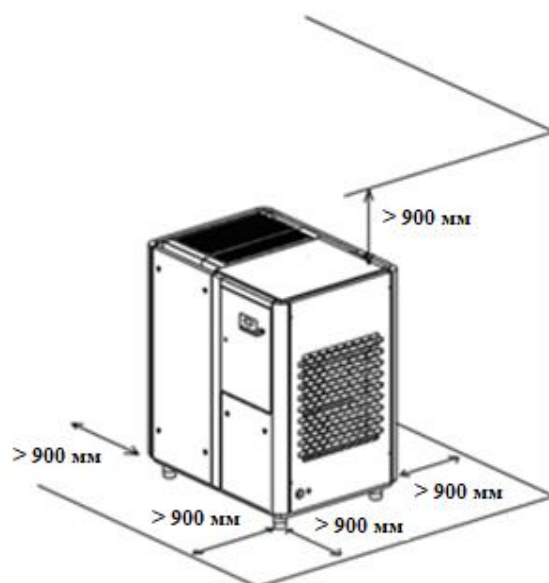

Рис. 4 Минимальное свободное пространство вокруг компрессора.
- Для удобства обслуживания и обеспечения вентиляции свободное пространство вокруг компрессора должно быть **не менее 900 мм** (рис. 4).